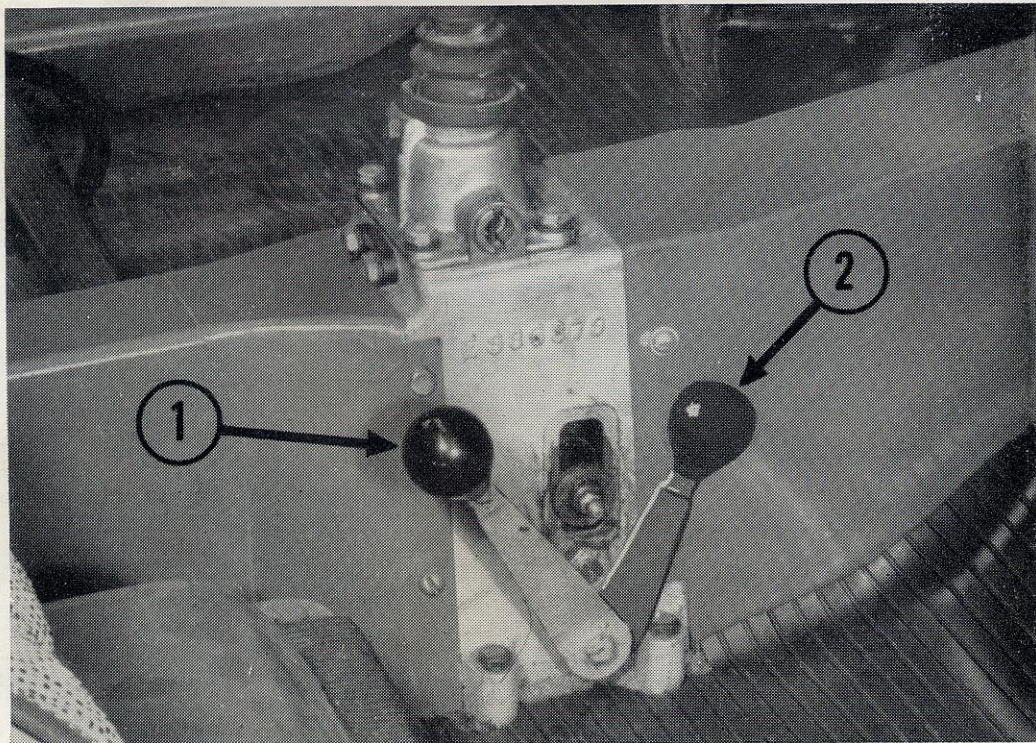

FIG. 4
Mettez le levier de vitesses au point mort. Placez le levier d'accouplement (fig. 4) en position 2, c'est-à-dire vers l'avant.
- placez le levier d'accouplement (fig. 4) en position 1 (vers l'AR).